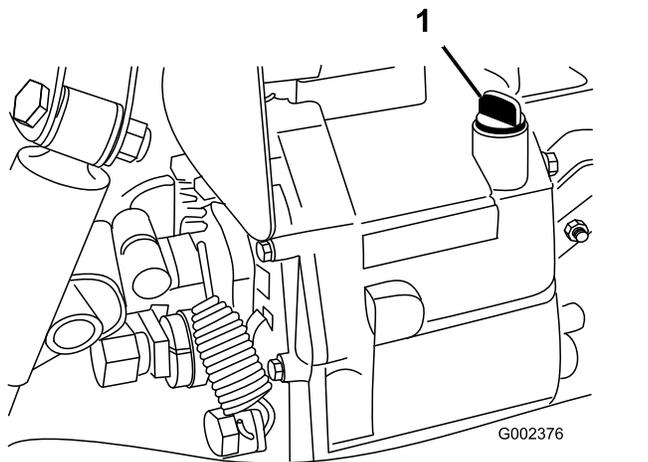

Рисунок 20
- Очистите область вокруг отверстия для масломерного щупа (Рисунок 20).